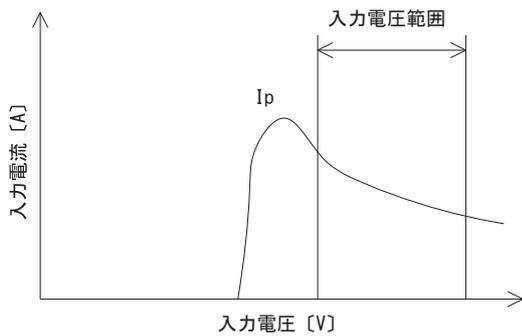

図 2.2 入力電流特性
- 入力電源には DC-DC コンバータ 立ち上げ時の電流 I_p (図 2.2) を考慮した、充分余裕のある電源を設定してください。